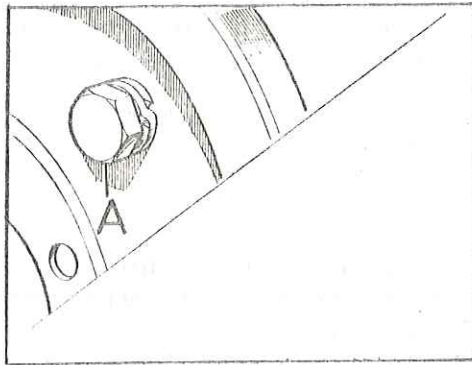

Fig. E -7 - Ajustador de las zapatas del freno
1.5. Aflojar por completo los ajustadores de las zapatas del freno (Fig. E -7), para que éstas no rocen contra el tambor.